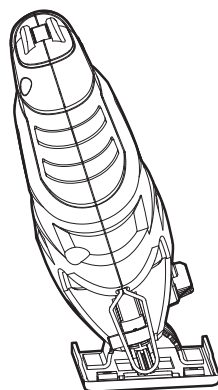

FIG. 5
2. Mueva la placa de asiento hacia adelante e inclínela hasta obtener el ángulo deseado, el ángulo puede ajustarse entre 0° y 45° (izquierda y derecha). (Véase la Fig. 5).